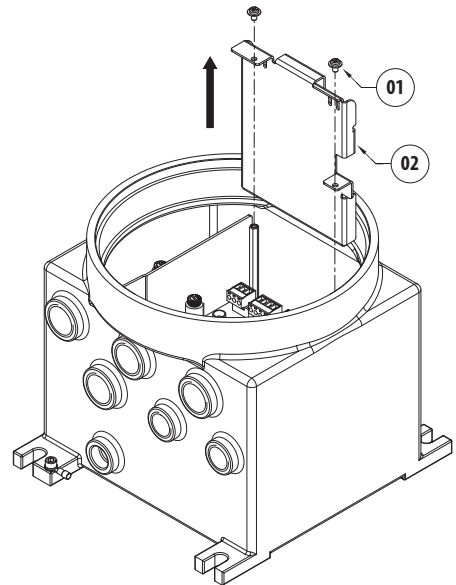

Fig. 7
Solte os parafusos (01) e retire o splice tray (02) (Fig. 7, página 14).